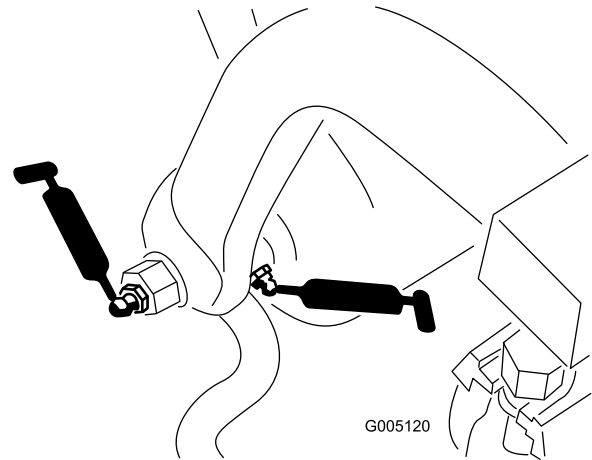

Figura 41
- Eixo e cilindro da estrutura de apoio (12) (Figura 41)